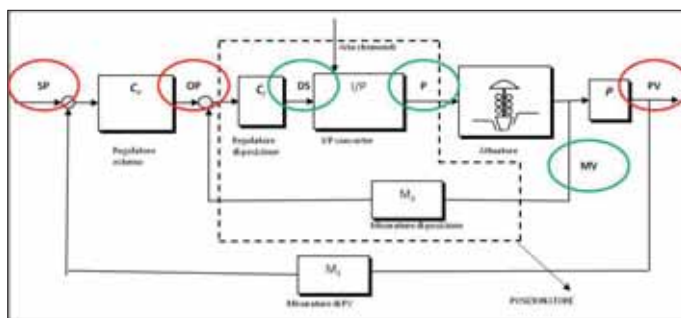

Figura 1 - Diagramma a blocchi di un loop FC con posizionatore
Il posizionatore della valvola agisce come un loop di controllo interno sulla posizione della valvola e permette di velocizzarne la risposta. Una rappresentazione schematica di un *loop di portata* (FC) con valvola con posizionatore è riportato nella ► **figura 1**. In aggiunta alle misure SP, OP e PV, disponibili attraverso un *controllore PID industriale* (Ce), i segnali DS, P ed MV rappresentano le variabili derivanti dal posizionatore (per un totale di sei). Il *segnale di comando* (DS, Drive Signal) è il segnale elettrico generato dal *controllore interno* (Ci). Attraverso il convertitore elet-